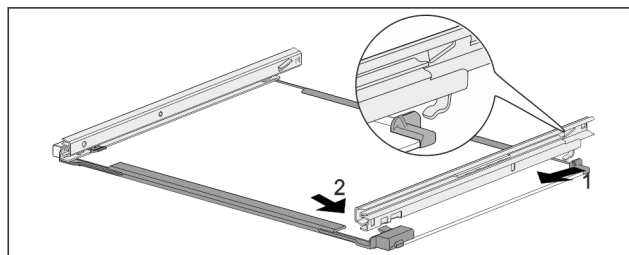

Fig. 181 Skleněná deska s kolejničkami
- ▶ Zahákněte kolejničku vzadu. Fig. 181 (1)
- ▶ Zaklapněte kolejničku vpředu. Fig. 181 (2)